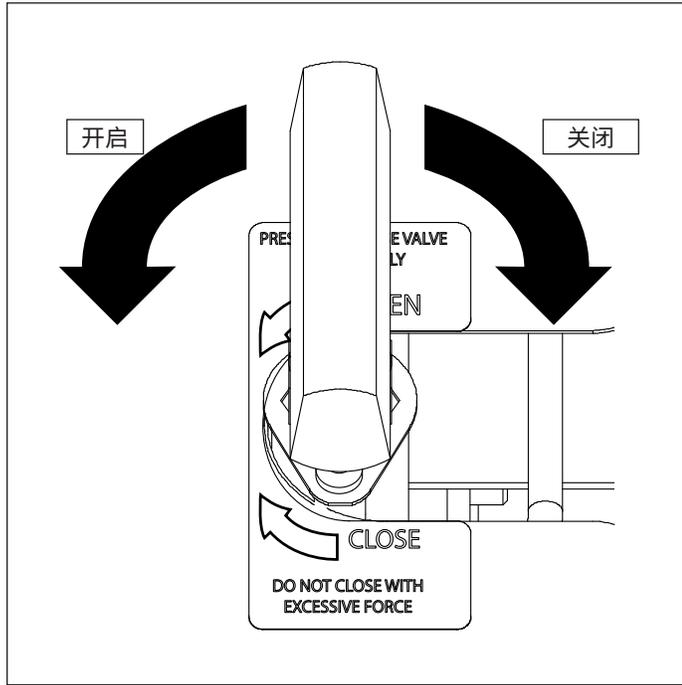

图 4, 手动压力释放阀门
1. 逆时针转动手动卸荷阀手柄至“开”位置，将压力释放。参见图 4。
2. 检查压力表指示是否为零 (0)psi/bar。